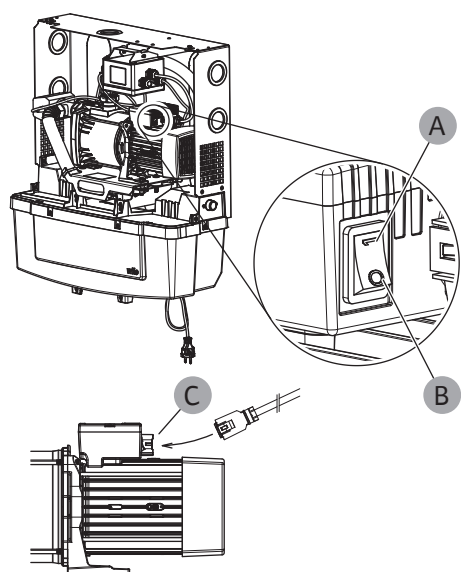

Fig. 22: Vypínač a přípojka napájení
4. Zkontrolujte, zda je vypínač čerpadla nastaven do polohy ZAP (Fig. 22 – A).
5. Zkontrolujte, zda je správně zapojena zástrčka napájení motoru (Fig. 22 – C).